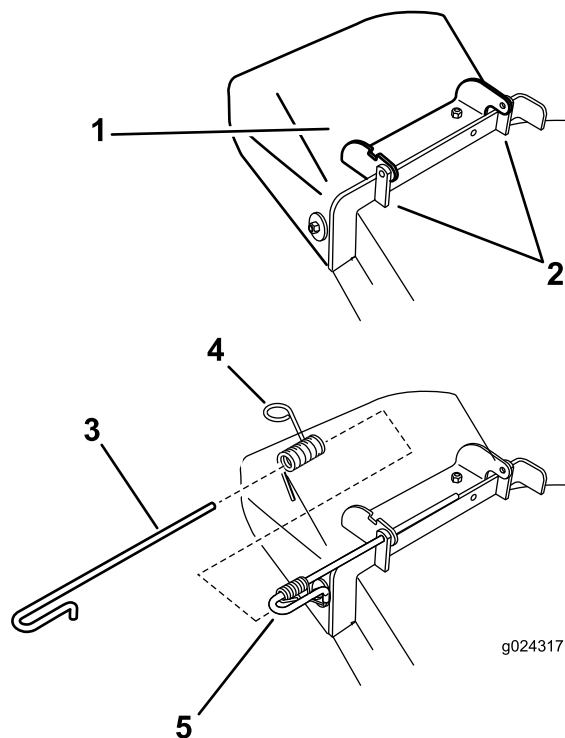

Figure 67
1. Retirez la goupille fendue de l'extrémité de la tige (Figure 67).
2. Désengagez le ressort du cran dans le support de déflecteur et sortez la tige des supports soudés du tablier, du ressort et du déflecteur d'éjection (Figure 67).
3. Positionnez le nouveau déflecteur d'éjection en plaçant les extrémités du support entre les supports soudés du tablier (Figure 67).
7. Reposez la goupille fendue à l'extrémité de la tige (Figure 67).